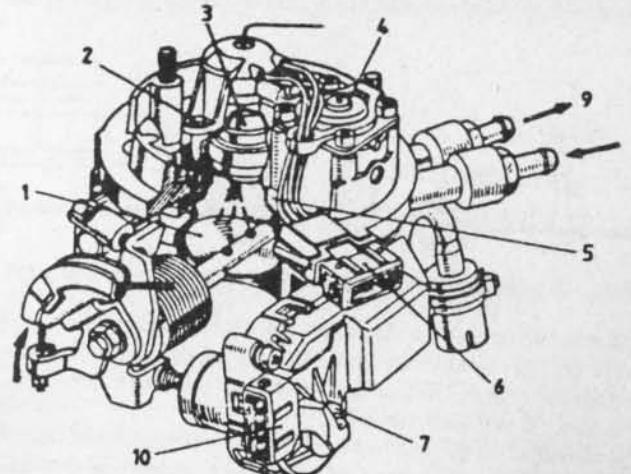

Fig. 3-22.— Unidad central de inyección, sistema monopunto
Central de inyección.— Comprende todos los elementos para la inyección de la gasolina a presión. En (1) está la mariposa de aceleración, que opera con la presión del pie del condor. El inyector está en (3) (Fig. 3-22), e inyecta gasolina a presión de 1 bar. al motor en la cantidad precisa regulada por la UEC, de acuerdo a la cantidad de aire, velocidad y temperatura del motor.